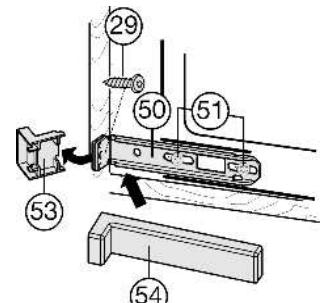

Fig. 19
- ▶ Немного ослабьте винты Fig. 19 (51).
- ▶ Закрепите нижний крепежный уголок Fig. 19 (50) с помощью винтов для стружечной плиты Fig. 19 (29) Ø4x19 на стенке мебели.
- ▶ Удалите выступающий конец крышки Fig. 19 (53). Он больше не понадобится.
- ▶ Затяните винты Fig. 19 (51).
- ▶ Установите крышку Fig. 19 (54) на нижний крепежный уголок Fig. 19 (50).